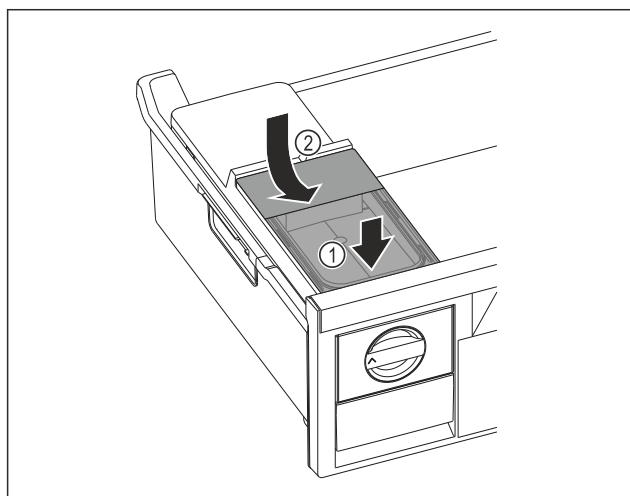

Fig. 151
- ▶ Помістити бак для води спереду. Fig. 151 (1)
- ▶ Опустити бак для води ззаду. Fig. 151 (2)